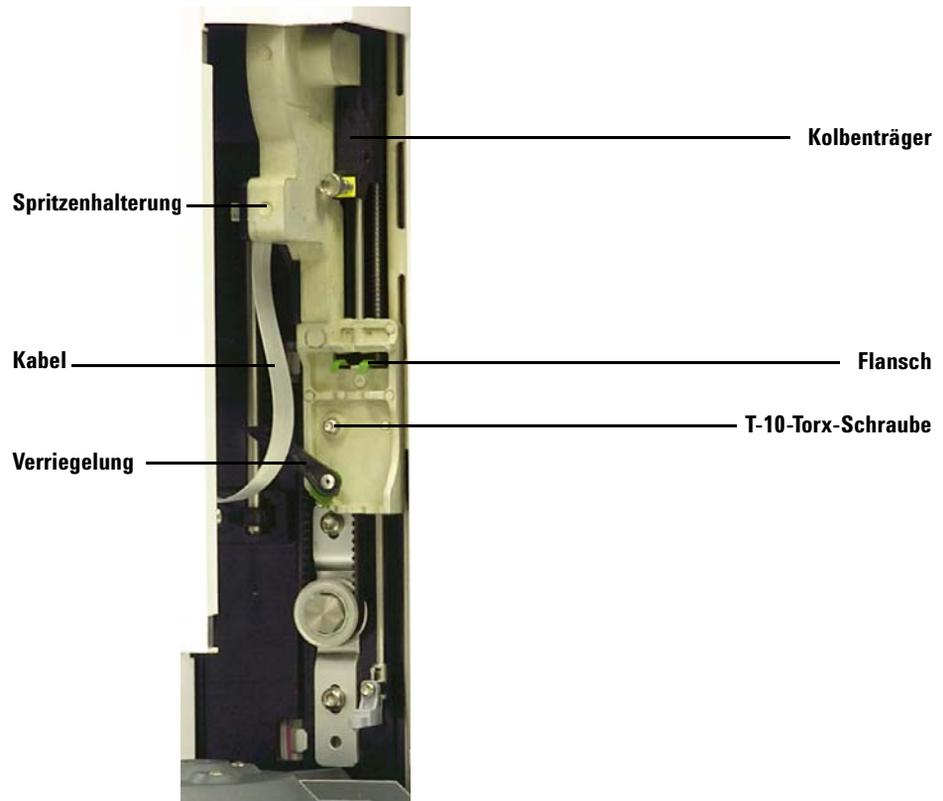

Abb. 61 Entfernen der Spritzenträgerbaugruppe
- 5 Schieben Sie die Spritzenträgerbaugruppe vollständig nach oben, bis der Flansch und die Verriegelung zugänglich sind (Abb. 61).